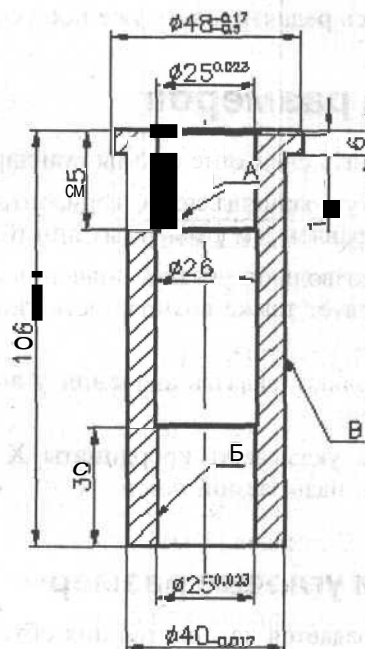

Рис. 11.1. Чертеж втулки с проставленными размерами
Большинство чертежей создается из простейших объектов, таких как отрезки, круги и дуги, поэтому наиболее часто используются линейные, радиальные и диаметральные размеры. Команды этих размеров выполняются по одному и тому же алгоритму, поэтому подробно остановимся на простановке линейных размеров. Удобно работать с панелями инструментов **Dimension** (Размеры) и **Object Snap** (Объектная привязка). Установим их в графической зоне программы, воспользовавшись меню **View | Toolbars** (Вид | Панели) (см. разд. 4.1). На чертеже втулки с проставленными размерами (рис. 11.1) можно видеть, что там имеются линейные размеры с допусками и без них. Начнем с нанесения размеров, не имеющих допусков.
4. Нанесение размера верхнего внутреннего цилиндра (25) начните с привязки **Snap to Endpoint** (Конечная точка), привязавшись к любой из двух первых точек размера (см. рис. 11.1).
Всего на чертеже имеются четыре размера, у которых отсутствует один из допусков (см. рис. 11.1). Нанесем сначала размер длины втулки, которая равна 106 с нижним допуском 0.23 и верхним 0, который вводится не будет. Чтобы нанести размер с допуском при помощи двухэтажного текста, выполните следующие действия.
Аналогичным образом оформляются два диаметра 25 с верхним допуском 0.23 и диаметр 40 с нижним допуском -0.017 (см. рис. 11.1).
Для завершения простановки размеров на чертеже втулки необходимо создать еще три выноски (см. рис. 11.1) с буквами А, Б, В на горизонтальных полках.